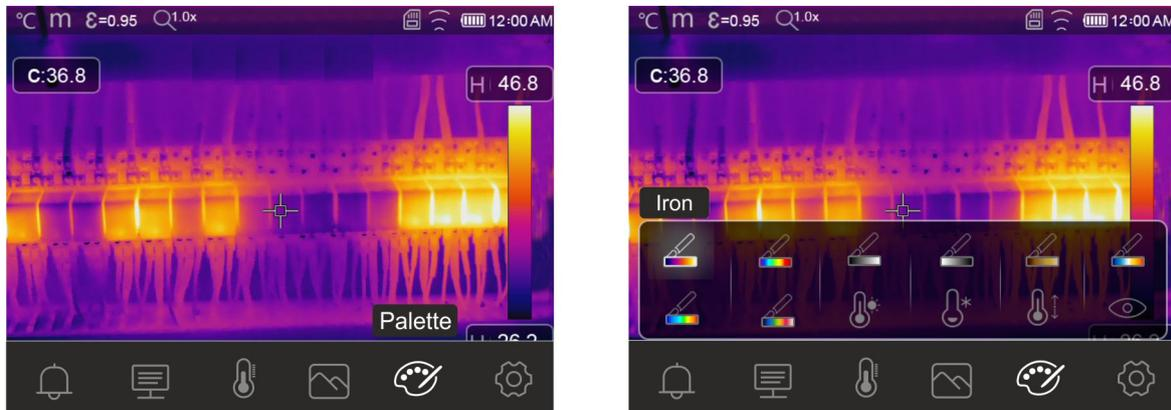

Fig. 39: Seleção de paletas de cores e funções isotérmicas
2. Clique no símbolo “” para entrar no menu “Menu da paleta”. O ecrã da Fig. 39 - lado direito é exibido no dispositivo